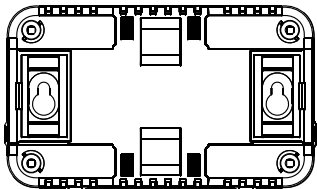
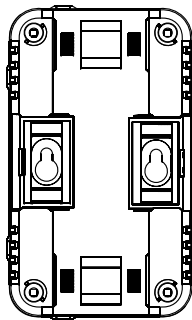

Рис. 7
Рис. 8
2. Установите крепежные вставки задвинув их до упора в пазы с тыльной стороны прибора. При горизонтальном расположении прибора, рис. 7, вставки устанавливаются в пазы на узкой стороне корпуса; при вертикальном расположении, рис. 8, в пазы на широкой стороне корпуса. Обратите внимание на ориентацию отверстий под саморезы.